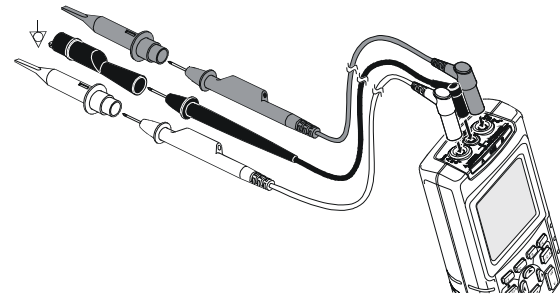

Figure 3-3. Mise à la terre avec conducteur de terre non blindé
- Utilisez le conducteur de terre non blindé noir sur COM (commun) pour les mesures de résistance (Ω), de continuité, de diode et de capacité. (Voir la Figure 3-3.)